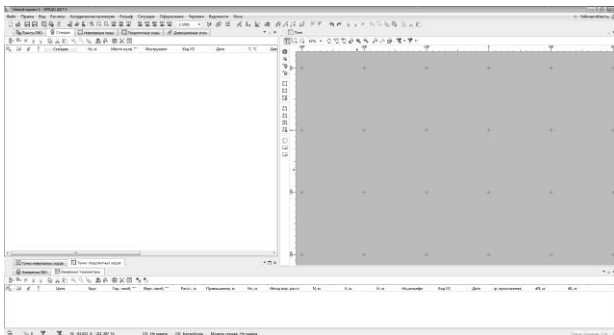

Рис. 2 Рабочая область
1. Используя команды меню **Вид**, выполните настройку рабочей области согласно рис. 2 и сохраните эту конфигурацию окон с именем **Наземные измерения**.